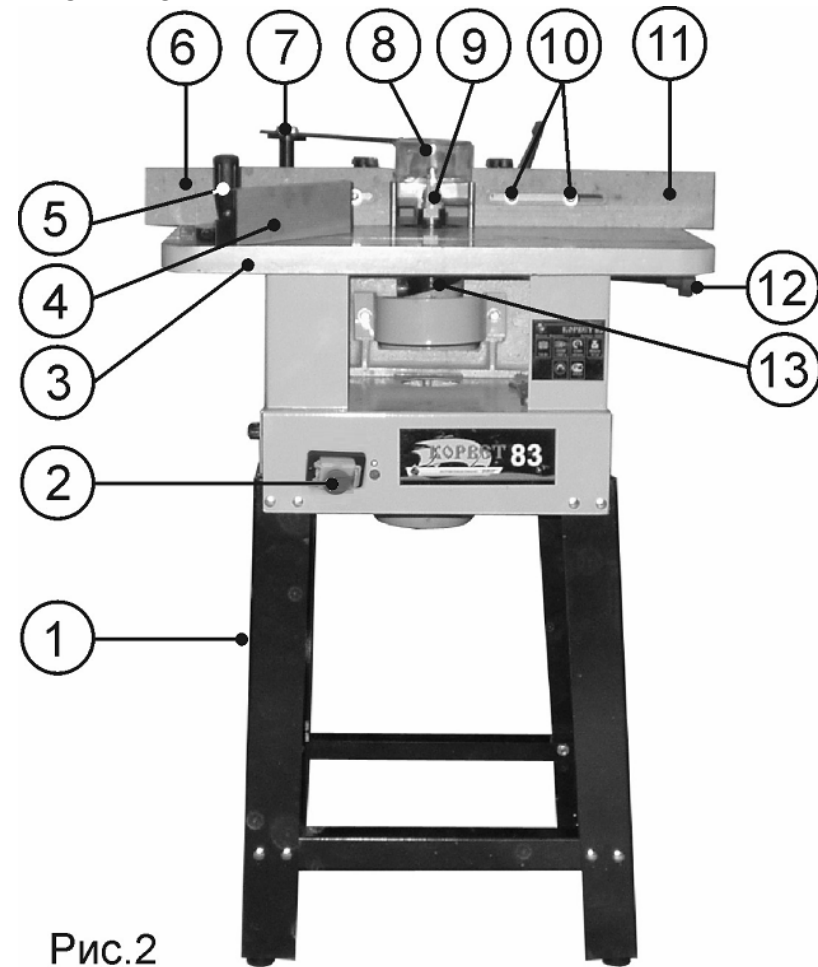

Рис.2
7.1. Станок состоит из следующих сборочных единиц и деталей (Рис.2, 3)
8.1.1. Из двух боковых панелей (В) и двух планок (Н), используя крепёж (К), Рис. 1, соберите основание (1), Рис.2.
8.1.2. Установите станок (А), и используя крепёж (К), Рис. 1, закрепите на основании (1), Рис.2.
8.3.2. На стойке (23) винтами фиксации (10) закрепите заднюю и переднюю направляющие планки (6 и 11), Рис.2; 5.